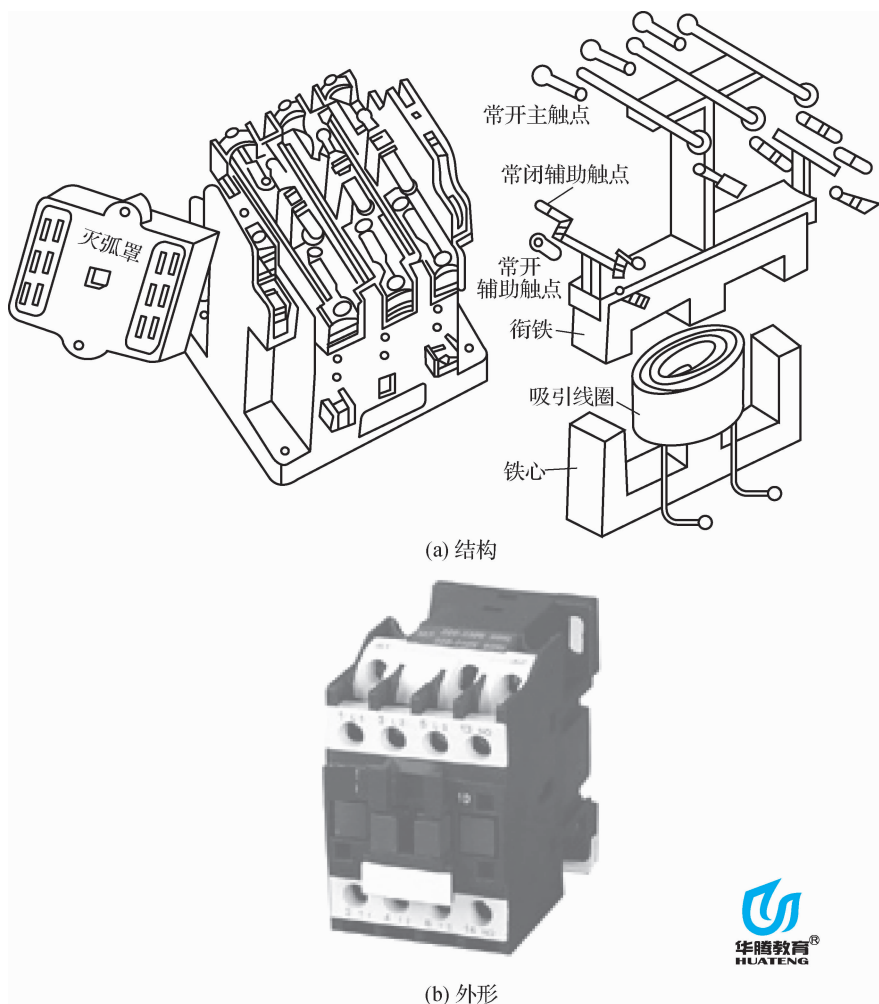

图 1-13 交流接触器的结构和外形
①结构。交流接触器主要由电磁系统、触点系统、灭弧系统及辅助部件等组成,如图 1-13 所示。